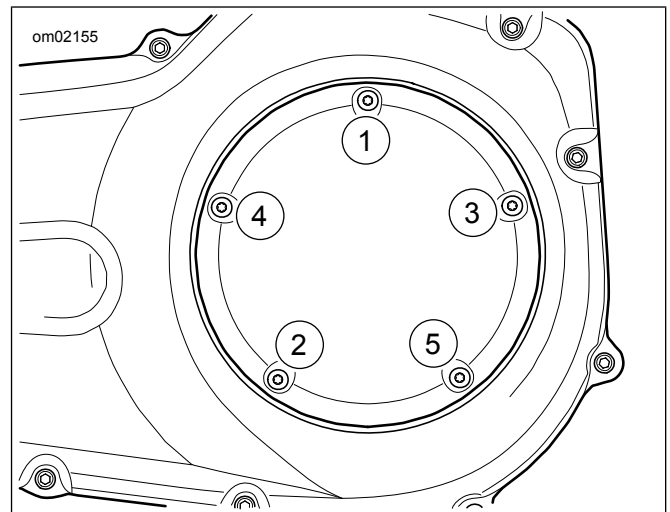

Figure 2. Pagkakasunod-sunod para sa torque
5. Tingnan ang Figure 2 . Higpitan ang mga turnilyo ng takip ng derby sa ipinakitang pagkakasunod-sunod.